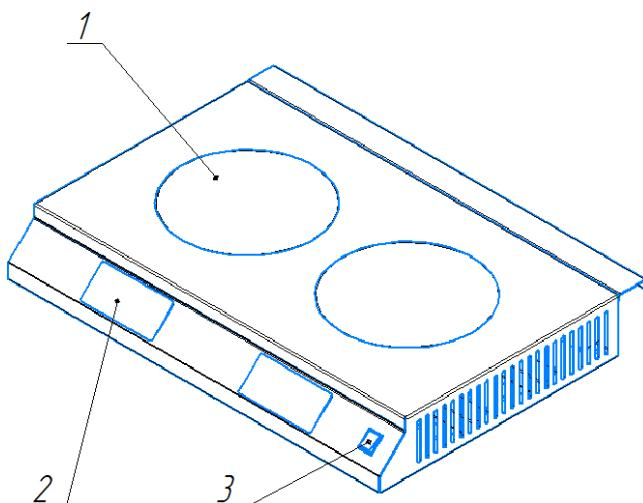

Рисунок 1 — Плита электрическая индукционная «ПЭИ-20-15-С»:
- включить клавишиный переключатель (поз. 3, рис. 1) на передней стенке ВКЛ. (Прозвучит звуковой сигнал, загорится электронное табло на пульте). Конфорки включены и находятся в режиме ожидания последующих команд;
Для полного отключения плиты необходимо выключить клавишиный переключатель на лицевой панели (поз. 3, рис. 1).
отключать клавишиный переключатель (поз. 3, рис. 1), не выключив конфорку.